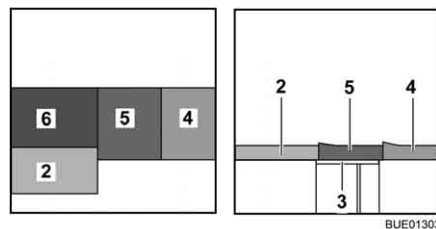

Fig. 130 Après la transformation
- Placer le coussin d'assise (Fig. 130,5) au centre.
- Placer le coussin de dossier (Fig. 130,4) entre le coussin d'assise et la cloison.